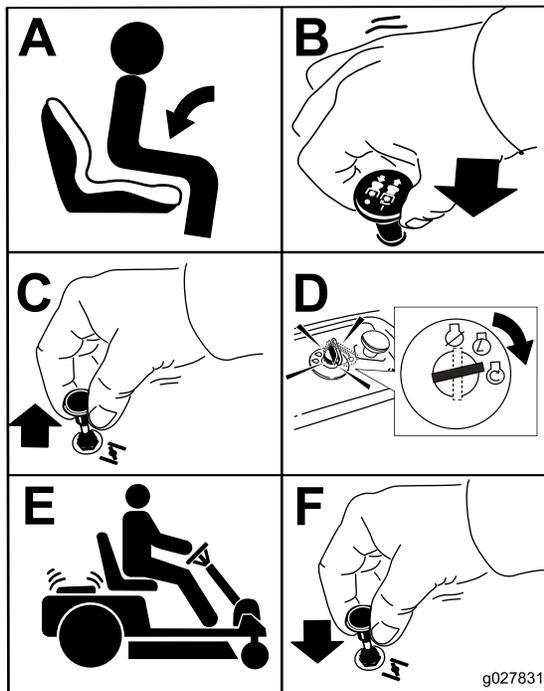

Figure 17
Asseyez-vous sur le siège et vérifiez que le frein de stationnement est serré (Figure 17).
1. Désengagez les lames en poussant la commande des lames en position DÉSENGAGÉE (Figure 17).